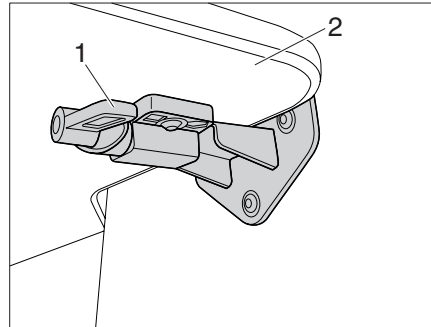

Bild 21 Sängförlängningens regel (extrautrustning)
- Vrid regeln (Bild 21,1) till vänster och till höger på sängförlängningen (Bild 21,2) 180°.